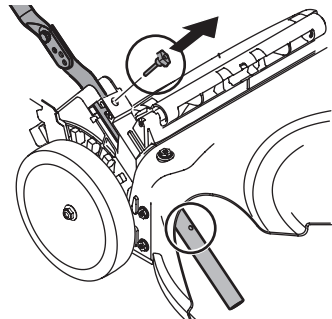
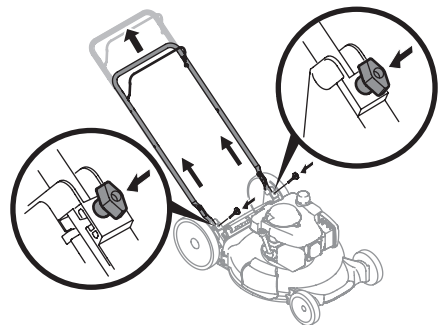

Figure 3
Figure 4
4. Retirez les boulons à oreilles des supports du guidon (Figure 3).
5. Tirez le guidon vers le haut jusqu'à ce que les trous de la partie inférieure (voir l'encadré de la Figure 3) s'alignent avec les trous des supports du guidon (Figure 4).
6. Insérez les boulons à oreilles retirés à l'étape 4 dans les supports du guidon et dans la partie inférieure (Figure 4 a la page 38). Serrez bien les boulons pour fixer le guidon.